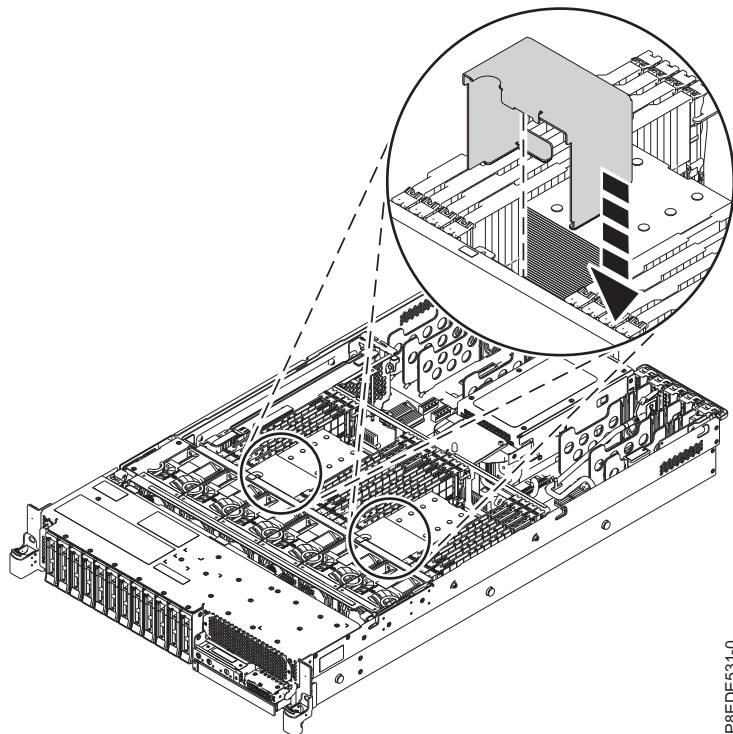

Figura 20. Sustitución del deflector de aire
10. Vuelva a colocar el deflector de aire bajándolo a su posición, como se muestra en la Figura 20.